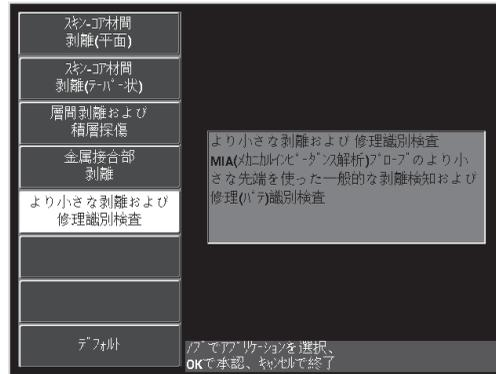

図 6-23 Smaller Disbonds and Repair Identification（小さな欠陥と修理部分の識別）アプリケーション
3. **Smaller Disbonds and Repair Identification**（小さな欠陥と修理部分の識別）アプリケーションを選択し、✓ を押して受け入れます（149 ページの図 6-23 参照）。